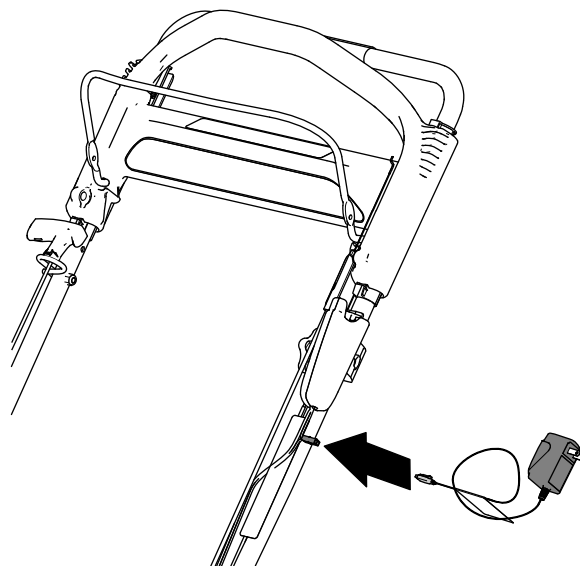

Figure 30
1. Branchez le chargeur au faisceau de câblage situé sous le bouton de démarrage électrique (Figure 30).